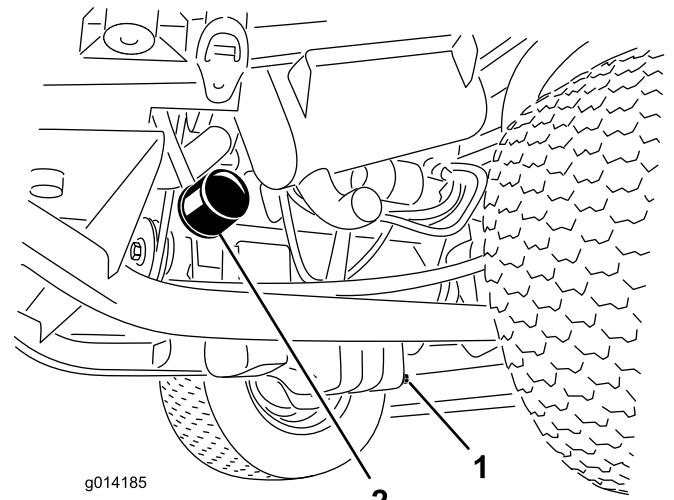

図 27
3. オイルフィルタ図 27 を外す。
1. ドレンプラグ (図 27) を外してオイルを容器に受ける。